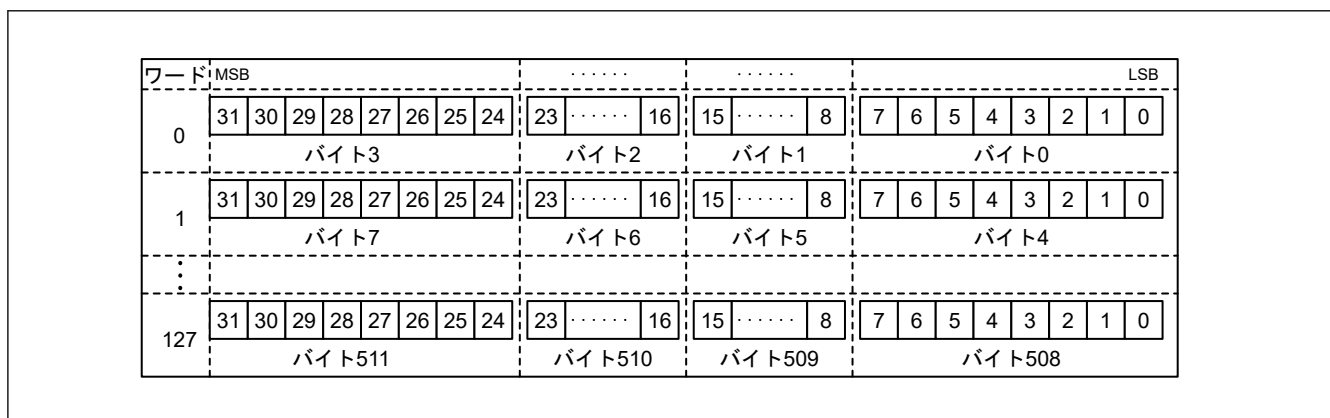

図 35.4 SD_BUF 格納データ
3. SD_BUF に格納されたデータが SD_BUF0 から読み出される（図 35.4 を参照）。